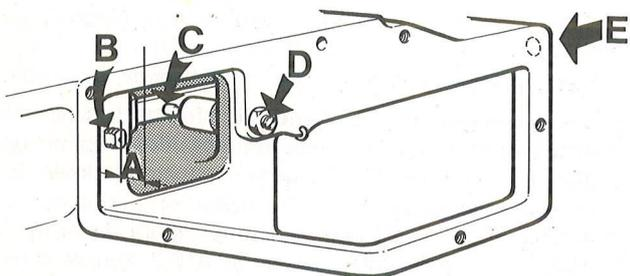

Figure 42. Mesurage du déplacement de la tige de réglage, MD3B
2. Mesurez la distance entre la surface de contact et la tige de réglage, lorsque cette dernière se trouve en position maxi. Remarque: Le dispositif de départ à froid ne doit pas être en fonction en cours de mesurage. Pour avoir la mesure correcte sur le MD3B, il faut commencer par faire venir de l'air comprimé (environ 1 kg/cm²) par le raccord E, voir figure 42.
3. La différence entre les deux cotes relevées ci-avant doit être de 8,2±0,1 mm pour MD3B, de 8,6±0,1 mm pour MD2B et de 9,1±0,1 mm pour MD1B. Réglez la course de déplacement de la tige de réglage en cas de nécessité en agissant sur la vis de réglage (D, figure 42).